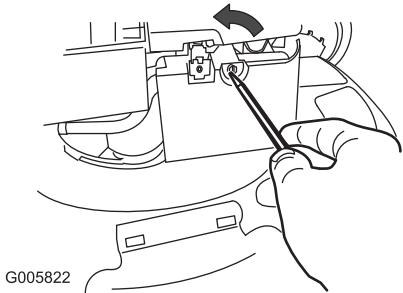

Figure 26
- Ouvrez le couvercle du filtre à air avec un tournevis (Figure 26)